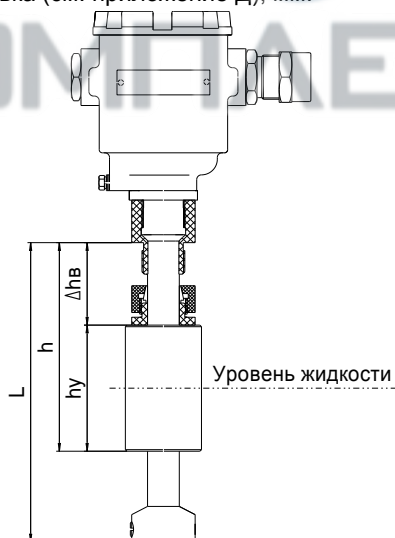

Рисунок 5
2.1.13 Когда нет необходимости измерять уровень по всей длине направляющей, величина неизмеряемой зоны может быть задана непосредственно при заказе преобразователя для уменьшения его стоимости. В условном обозначении преобразователя указывается – параметр **h** (рисунок 5). При этом значение параметра должно быть не менее: